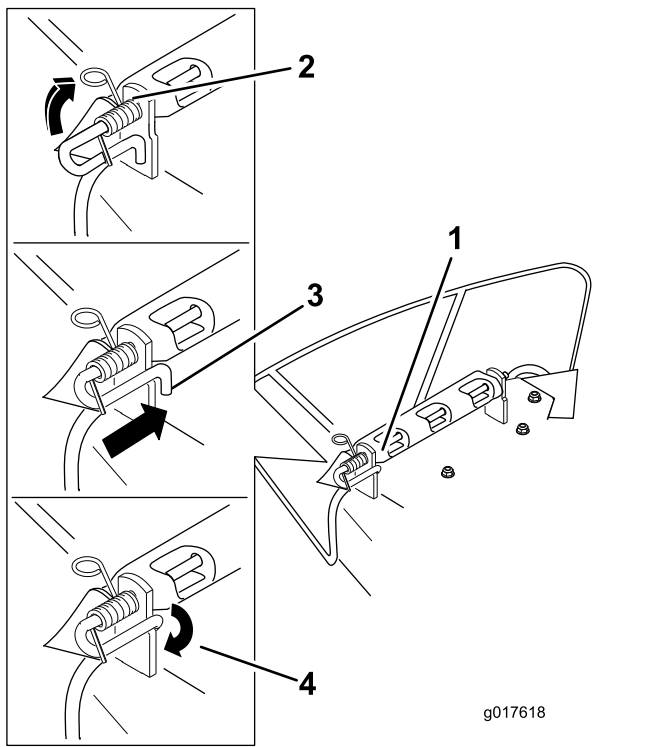

Bild 74
4. Positionieren Sie das neue Auswurfablenkblech mit den Halterungsenden zwischen den geschweißten Halterungen am Mähwerk, wie in Bild 74 abgebildet.
7. Heben Sie das Schleifenende der Feder an und setzen es in die Kerbe an der Ablenkblechhalterung (Bild 74).
8. Befestigen Sie die Stange und Feder, indem Sie diese so drehen, dass das kurze Ende der Stange hinter die vordere Halterung passt, die an das Mähwerk geschweißt ist (Bild 74).